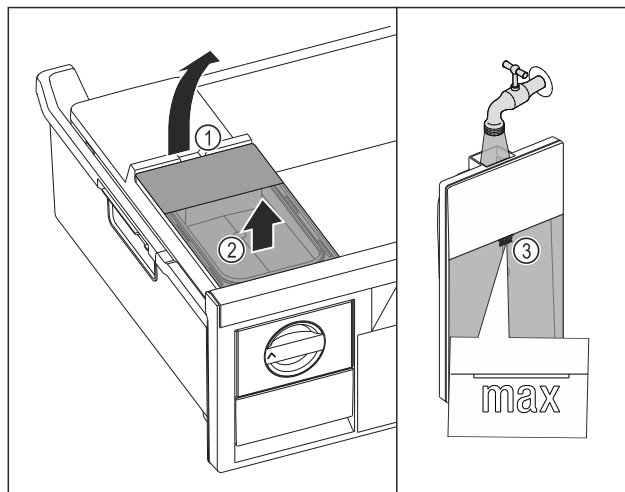

Fig. 29
- Løft vannbeholderen ved utsporingen Fig. 29 (1).
- Løft vannbeholderen ut av skuffen. Fig. 29 (2)
- Fyll vanntanken med vann opp til markeringen Fig. 29 (3).